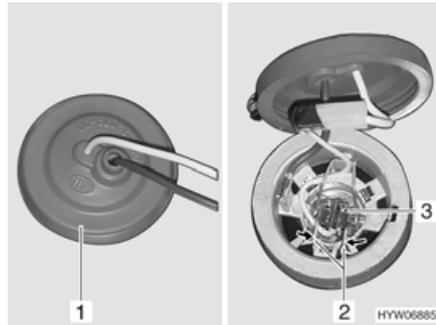

Fig. 218 Faro antiniebla
- Introducir la mano detrás de la luz antiniebla y sacar la caperuza de goma (Fig. 218,1) de la caja de la luz.
- Oprimir el arco metálico (Fig. 218,2) y bascularlo hacia fuera del soporte.
- Sacar la bombilla (Fig. 218,3) con el cable de la caja de la luz.